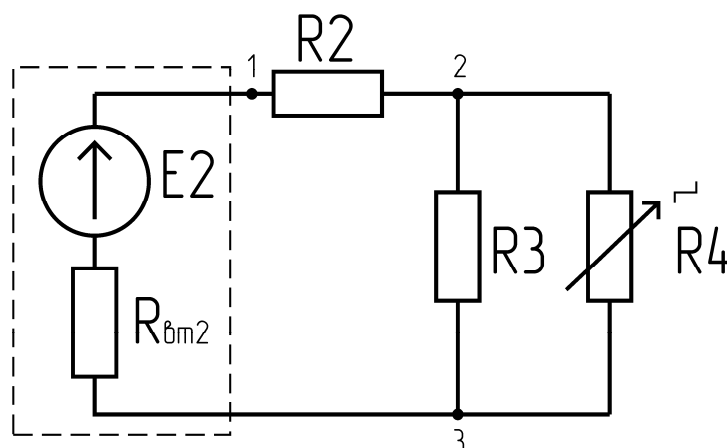

Рис.7
3. Проверить правило разделения тока между параллельными ветвями цепи (рис.7).
- 3.3. собрать цепь по схеме рис.7 и измерить напряжения U_{12} и U_{23} ;
2. Рассчитать значения токов I_2, I_3, I_4 в цепи рис.7 для $R_4=50$ Ом и $R_4=100$ Ом.